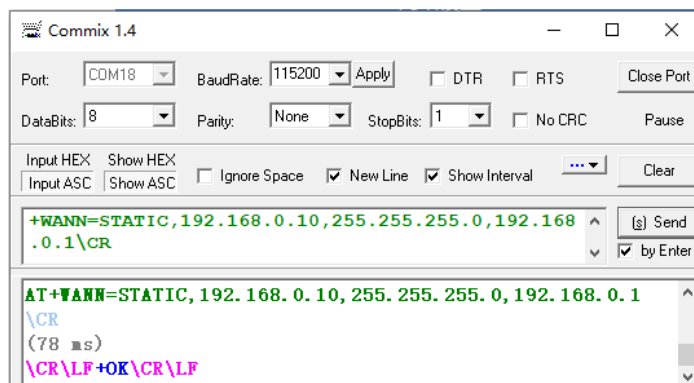

图 11-5 设备网络参数设置界面
- 3) 设置设备网络 IP、子掩码、网关，如图 11-5 所示，将 IP 设置为 192.168.0.10；